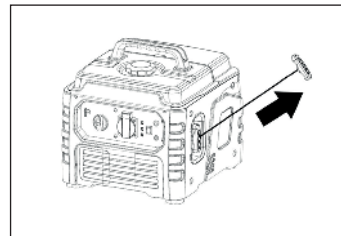

Рис. 8
- Плавнo потяните ручку стартера до тех пор, пока не почувствуете сопротивление, после сделайте резкий рывок (при первом запуске проделать эту процедуру несколько раз, чтобы топливо попало в карбюратор). Не вытягивайте трос до конца. После запуска двигателя верните трос в изначальное положение, не отпуская при этом его ручку. (Рис. 8).